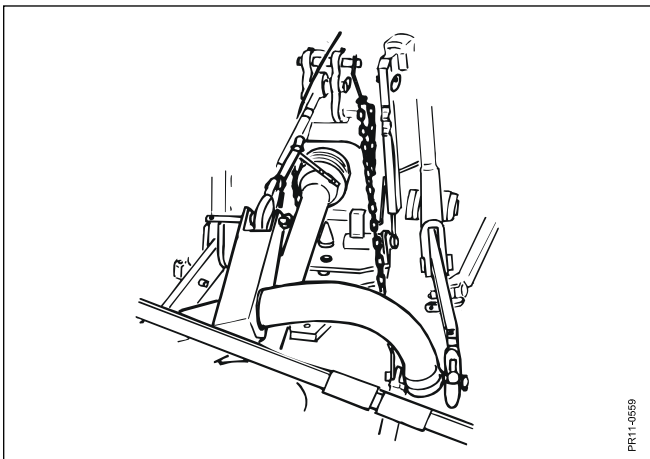

Fig. 2-6
- Fig. 2-6:** För stabilisering av bottenstoppet kan en hållkätting levereras, för -JF- res.nr.: se reservdelslistan.